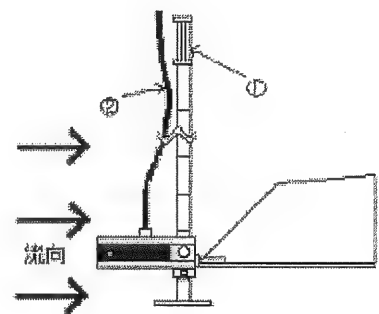

図10
組立が終わり、計測する際は図10の①(測桿棒の握手部分)をしっかり握り、検出器が揺れないようにして計測します。②の接続ケーブルは、自然にたるむくらいにします。張りすぎると検出器の先端が持ち上がり、測定誤差の原因となります。